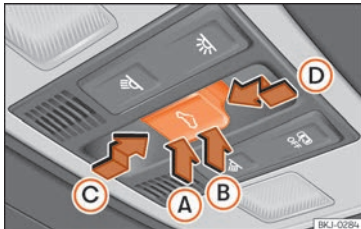

Fig. 93 No revestimento interior do teto: botão do teto de vidro.
O botão  **Fig. 93** tem dois níveis. No primeiro nível pode colocar-se o teto na posição defletora, abrir ou fechar total ou parcialmente.
- Antes que decorram aproximadamente 5 segundos desde a ativação da função antientalamento, pressione o botão ⏪ »» Fig. 93 até ao segundo nível no sentido da seta »» Fig. 93 Ⓢ até que o teto se feche completamente.